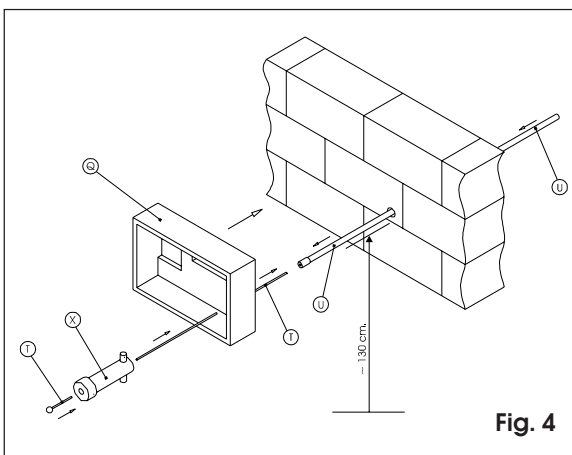

Fig. 4
- 6) Eseguire un foro sulla parete a 130 cm. dal pavimento di diametro min. 8. Prima di fissare o murare il contenitore **Q** alla parete, infilare la guaina **U** nel foro praticato nella parete (Fig. 4).
- 7) Inserire il cavo **T** prima nel pomello **X**, poi nel contenitore **Q** e poi nella guaina **U**, come in Fig. 4.
- 6) Drill a hole, with a min. diameter of 8, on the wall, 130 cm from the floor. Before attaching the container **Q** to the wall or walling in, insert the sheath **U** in the hole drilled in the wall (Fig. 4).
- 7) Insert cable **T** firstly in the knob **X**, then in the container **Q** and finally in sheath **U**, as per Fig. 4.
- 6) Effectuer un orifice d'un diamètre min. 8 sur le mur à 130 cm du sol. Avant de fixer ou sceller le coffre Q au mur, enfiler la gaine U dans l'orifice pratiqué dans le mur (voir fig. 4).
- 7) Insérer le câble T tout d'abord dans le pommeau X, puis dans le coffre Q, enfin dans la gaine U (voir fig. 4).
- 4) Oriente el punto L con los tornillos M y apriete el espárrago con la llave O, manteniendo la muesca del disco H en eje con el registro Y, como se muestra en la Fig.4.
- 6) Taladrar en la pared un agujero de 8 mm. de diámetro como mínimo, a 130 cm. del suelo. Antes de asegurar o empotrar el contenedor Q en la pared, introducir la vaina U por el agujero taladrado en la pared (Fig. 4).
- 4) Unter Erhaltung der Führung der Scheibe H fluchtgerecht zur Einstellvorrichtung Y, wie in Abb. 4 dargestellt, ist der Punkt L mit den Schrauben M zu richten und der Dübel durch den Schlüssel O fest zu ziehen.
- 6) In die Wand bei 130 cm Höhe vom Fußboden eine Öffnung mit einem Durchmesser von mind. 8 bohren. Vor dem Befestigen des Kastens Q an der Wand oder dem Einmauern das Kabelmantels U durchstecken, durch die Öffnung in der Wand (Abb.4).
- 7) Das Kabel T zuerst in den Kugelgriff X, dann in des Kastens Q und in die Ummantlung U einstecken, wie in Abb. 4 dargestellt.